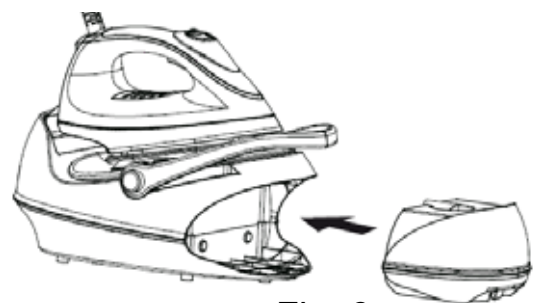

Fig. 6
- Vuelva a introducir el filtro antical **17** en el orificio del depósito de agua y coloque de nuevo el depósito de agua **1** en su alojamiento, empujándolo hacia dentro hasta oír un “clic” indicando que el depósito está correctamente acoplado (Fig. 6).